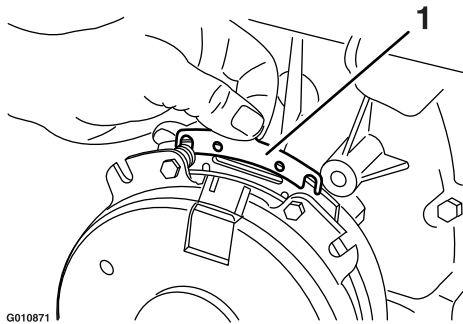

Figure 70
- B. A l'aide d'une pince à becs longs ou avec les doigts, saisissez la languette et déposez la cale (Figure 70).
Enlevez l'herbe, les saletés et autres débris éventuellement accumulés sur la grille du moteur. Cela permet d'assurer un refroidissement et un régime moteur corrects, et réduit les risques de surchauffe et de dommages mécaniques du moteur (Figure 70).